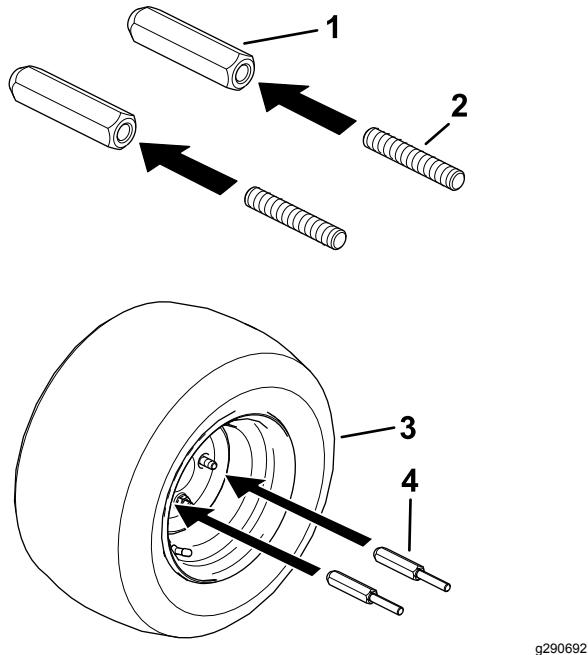

Figura 2
- Instale los espárragos roscados en los adaptadores de los pesos de las ruedas hasta que estén apretados del todo (Figura 2).
- Instale los conjuntos de adaptador en los espárragos de rueda donde se han retirado las tuercas de rueda (Figura 2).